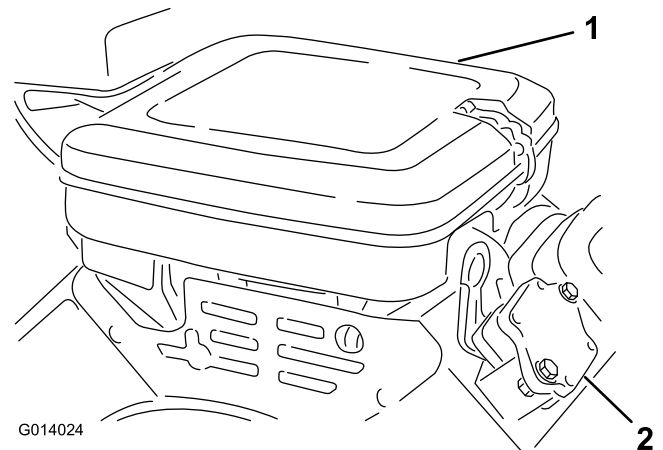

図 1
2. エンジンからエア・クリーナ・カバーとエア・クリーナを外す(図 1)。